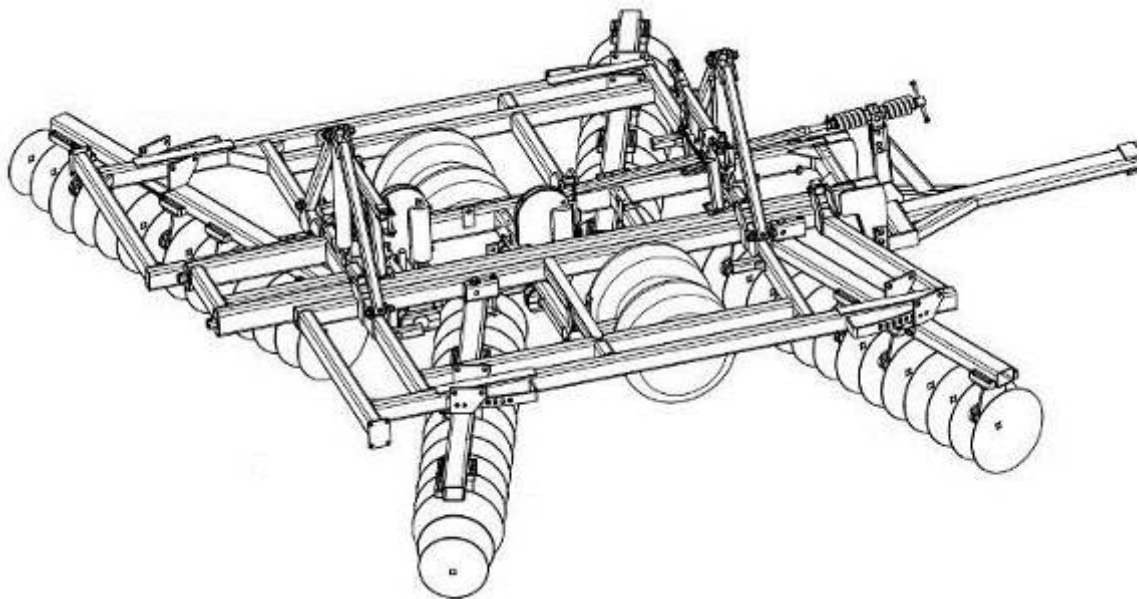

Рисунок 6.
- Смонтировать 4 батареи дисков (рис. 6). Чистики должны быть расположены сзади батареи дисков, когда она в рабочем положении (передние батареи с волнистыми дисками, а задние – с гладкими).